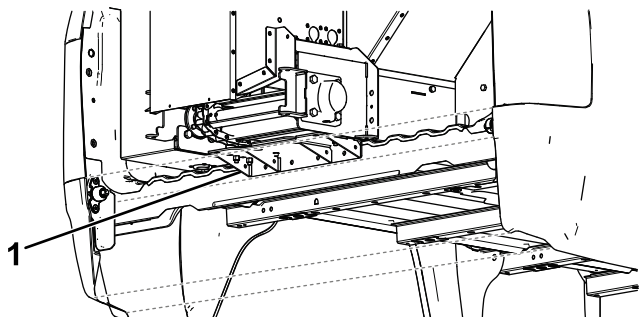

图5
3. 将撒布机向车辆驾驶室滑动，直至滑动止动器碰到货斗（图5）。